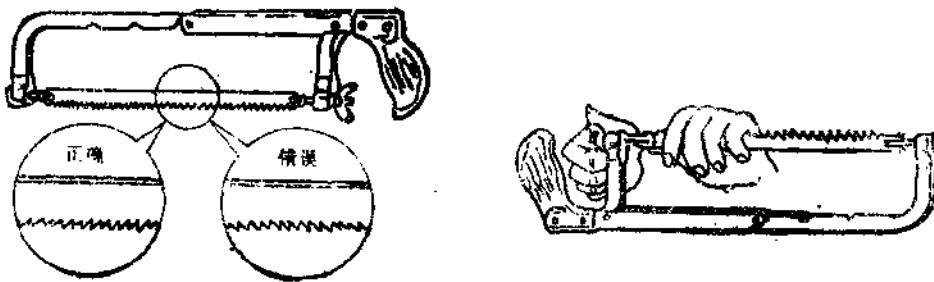

图1-17 锯条的装法
3. 钢锯 钢锯是一种锯割切断工具，由锯弓和锯条组成。锯弓用来张紧锯条，分固定式和可调式两种，常用的是可调式的。根据锯条的齿距大小，分粗齿、中齿和细齿三种。常用的锯条规格是300毫米长。正确安装锯条的方法是锯齿向前，如图1-17所示。锯条装得松紧要适当，否则易将锯条折断。